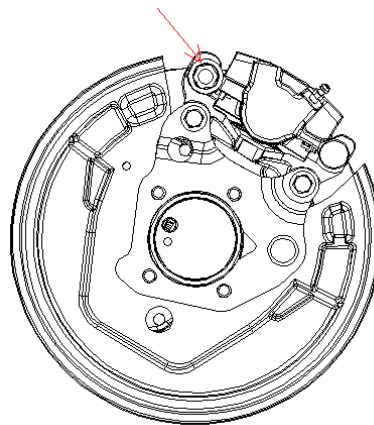

图 3—32
(1) 用2个螺栓安装后制动钳，如图3—32所示。拧紧力矩： $34\text{N} \cdot \text{m}$ 。